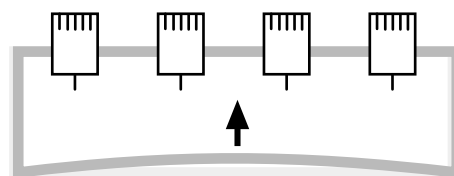

Fig. 1
■ Повторите процедуру в обратном порядке для монтажа стола и рамы. Вставьте все уст. винты (рис. 1) для крепежа бордюрной рамы, затяните их слегка притягивая раму к себе.